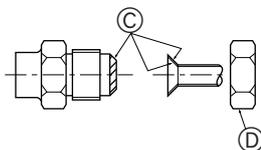

Fig. 4-1
4.2. Forbindelsesrør (Fig. 4-1)
- Ⓐ (Fig. 4-1)
- Ⓑ (Fig. 4-1)